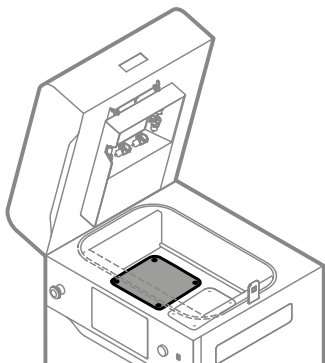

Abb. 12.40 Bringe die Abdeckung des Feed Beds an.
23. Setze die Abdeckung des Feed Beds auf (Abb. 12.40).